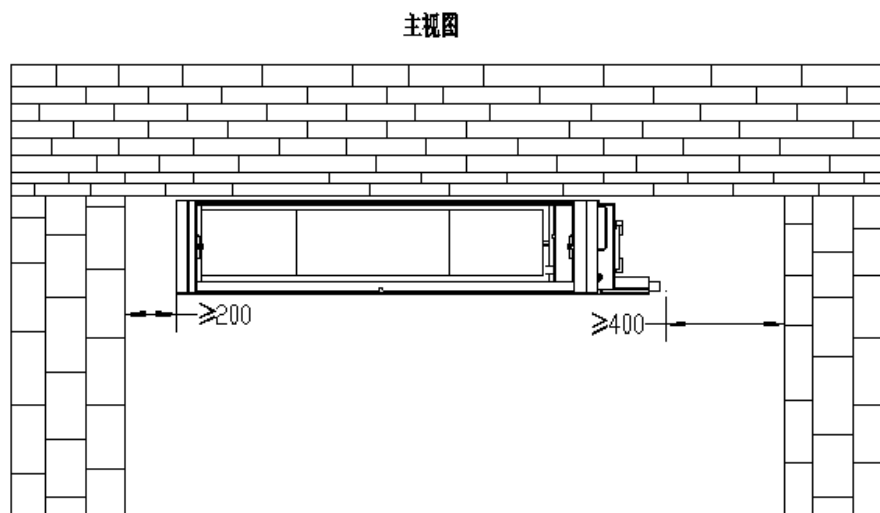
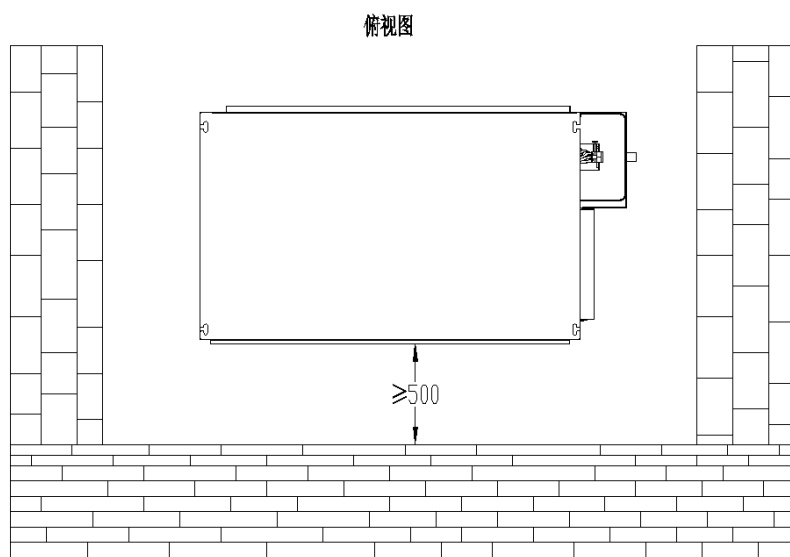

图 3.1 分布式空气环境机 单位：（mm）
图 3.2 分布式空气环境机 单位：（mm）
- a) 检查是否有对应机组足够的安装和检修空间（见安装维护空间图 3.1 和图 3.2）；
- 1) 室内机：物体与室内机四个侧面距离见图 3.1 和图 3.2。
分布式空气环境机吊装示意图见图 3.1 和图 3.2